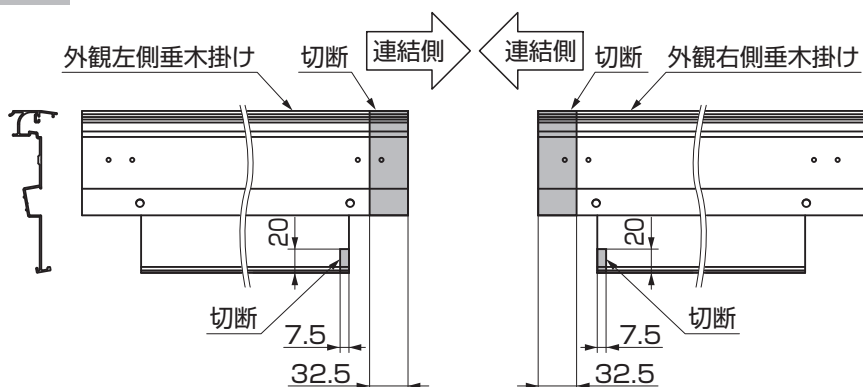

図5-1 垂木掛けの加工
①連結する側の垂木掛け端部を、図5-1を参照して加工してください。